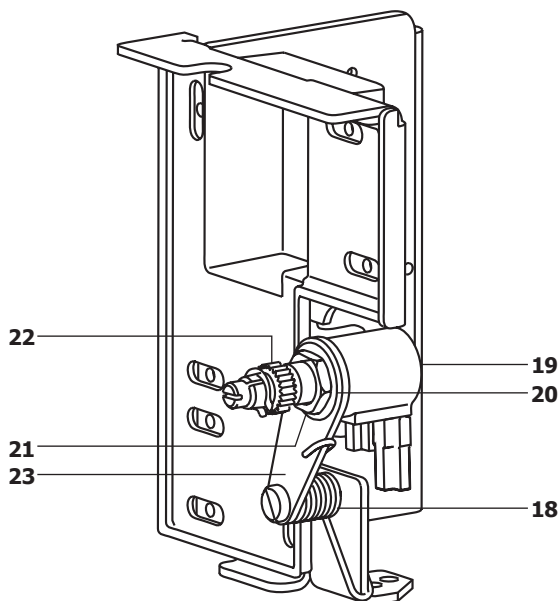

Рис. 12
- Вставьте пружину (**18**) в монтажную скобу, как показано на рис. 12.